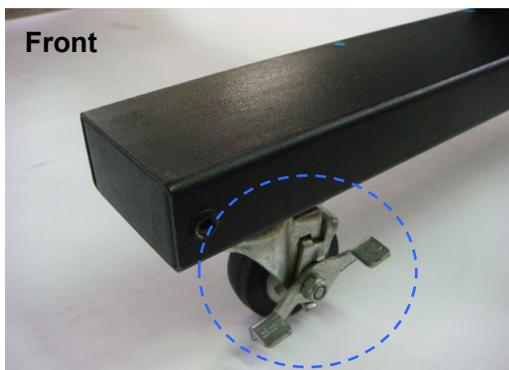

図 2-2
T スタンドの間にスタンドビームを立てた状態に置き、①②のように組み立てます。（図 2-2&2-3 参照）